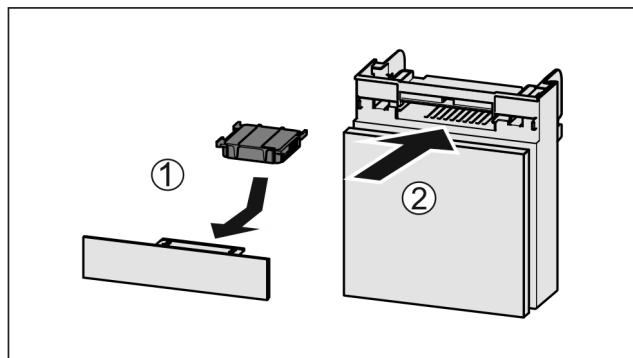

Fig. 129
- Filtr s aktivním uhlím vložte podle vyobrazení Fig. 129 (1).
- Zásuvku zasuňte Fig. 129 (2).